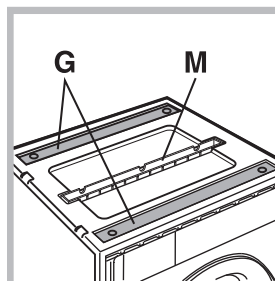

Fig. 10
Vous trouverez à l'intérieur du couvercle en polystyrène (fig. 10): 2 traverses (G); 1 listel (M); et à l'intérieur du tambour : 4 pieds supplémentaires (H); 4 vis (I); 4 vis (R); 4 écrous (L); 2 supports pour la base (Q).